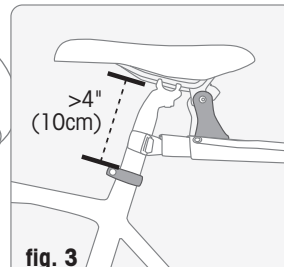

fig. 3
- 4) Using a 5mm hex key, loosen the bolt that connects the seatpost bracket aluminum channel to the rack platform. Slide the platform on the channel until it's horizontal to the ground, then retighten the connector bolt. (Fig. 3)
- 4) En utilisant une clé hexagonale 5mm, desserrez le boulon qui relie la plate-forme à la pièce coulissante sous-jacente et amenez la plate-forme à la position horizontale. Resserrez le boulon. (Fig. 3)